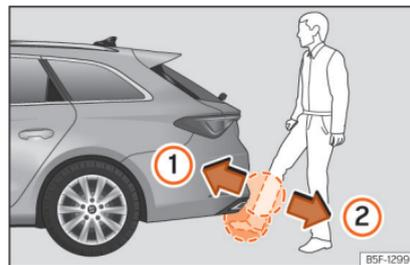

Fig. 97 Porta da bagageira com abertura controlada por sensor (Easy Open)
» » » Fig. 97 ①.
»» Fig. 97 (2). A porta da bagageira abre-se automaticamente.